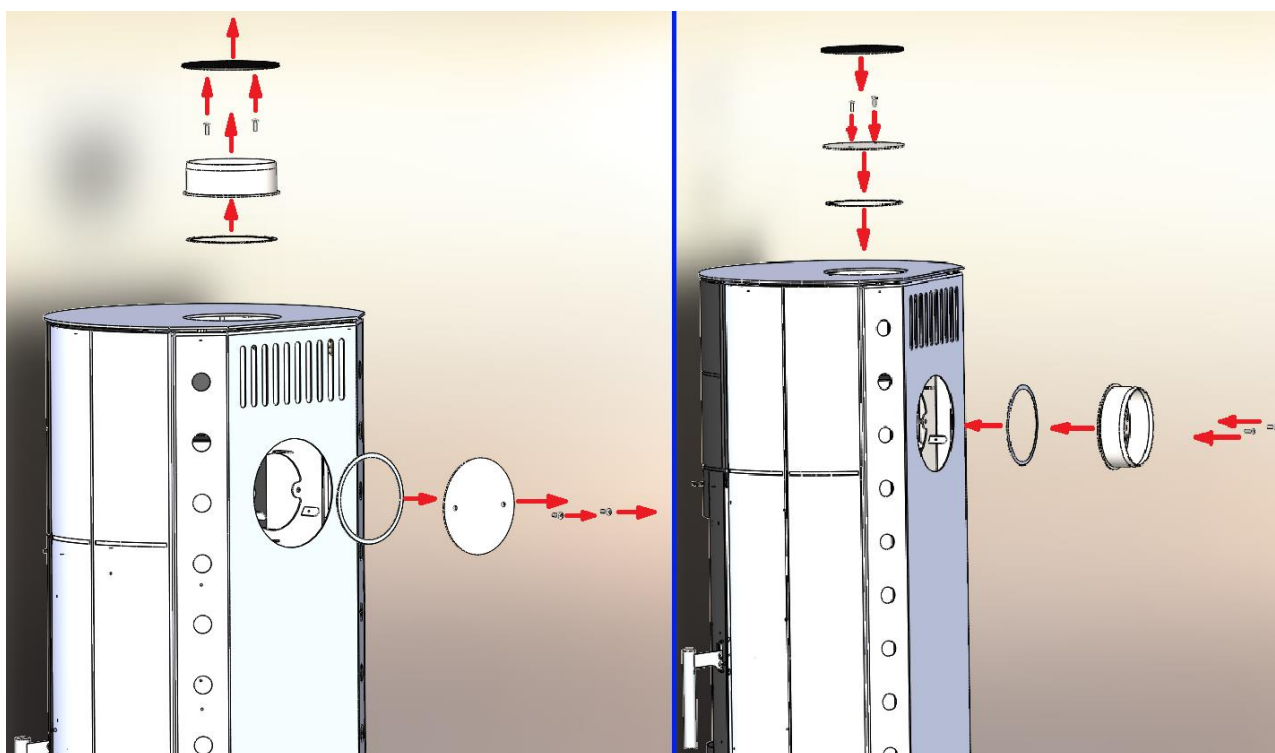

Abbildung 2 Entfernen des Rauchabzugsanschlusses / Rauchabzugdeckels
3. Abbildung 2 Entfernen des Rauchabzugsanschlusses / Rauchabzugdeckels	Seite 5